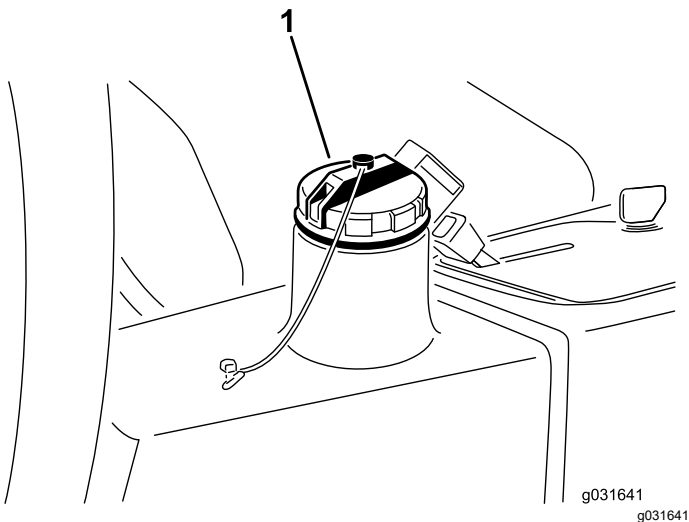

Figura 65
4. Riempite il serbatoio idraulico (Figura 65) con circa 13,2 litri di fluido idraulico; fate riferimento a Specifiche del fluido idraulico (pagina 59) e Controllo del livello del fluido idraulico (pagina 60).